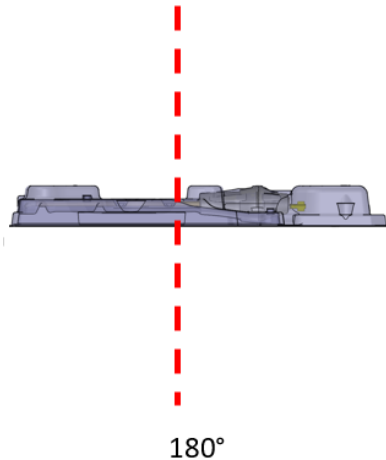

Bild 17: Ultraljudsapplikatorn i 180°-läge
- f. Roterera ultraljudsapplikatorns förpackning så att den platta sidan är vänd nedåt eller i 180°-läge (*Bild 17*). Inspektera ultraljudsapplikatorn noga genom plastförpackningen och se till att det inte finns några tecken på vatten i förpackningen, vilket kan tyda på en läcka. Om det finns tecken på vatten är ultraljudsapplikatorn defekt och ska inte användas. Använd en ny ultraljudsapplikator och upprepa förberedelseproceduren.